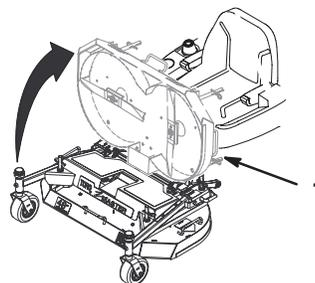

Figure 21
5. Tenez-vous devant la tondeuse, tirez sur la poignée du plateau de coupe et poussez l'avant en arrière pour relever le plateau de coupe (Fig. 21).
2. Tenez-vous devant la tondeuse, tirez la poignée du plateau de coupe vers vous et abaissez le plateau (Fig. 21).